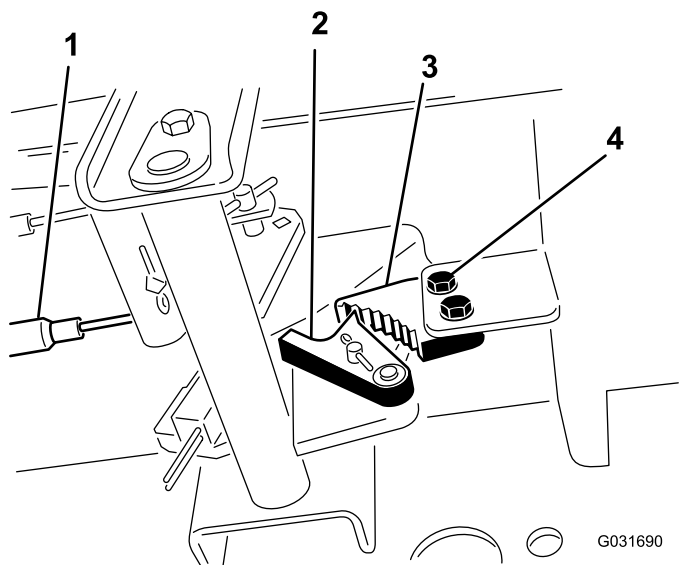

Bild 86
1. Lösen Sie die zwei Schrauben, mit denen die Sperre der Feststellbremse am Rahmen befestigt ist (Bild 86).
2. Drücken Sie das Pedal der Feststellbremse nach vorne, bis der Bremsauslöser ganz an der Bremssperre greift (Bild 86).